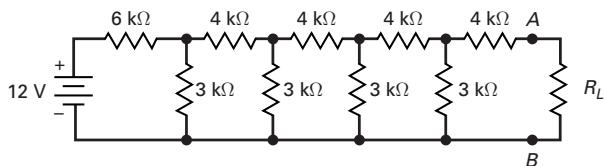

Figura 1-21
- 1-34** Calcule a corrente da carga na Figura 1-21 para cada valor das seguintes resistências de carga: 0, 1 k Ω , 2 k Ω , 3 k Ω , 4 k Ω , 5 k Ω e 6 k Ω .